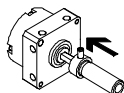

Рис. 7
2. Надвиньте поводок до упора на выходной вал (Рис. 7).